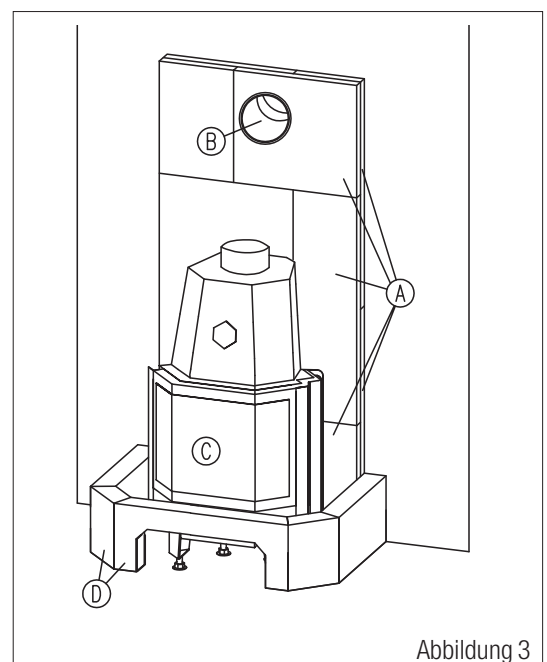

Abbildung 3
5.2. Richten Sie den Sockel mit einer Wasserwaage senkrecht und waagrecht aus. (**Abb. 3**)